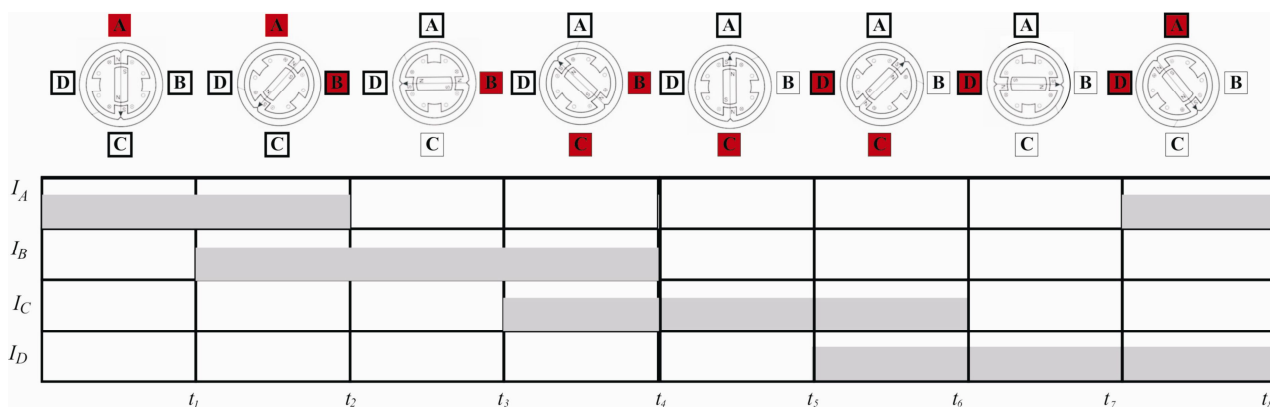

Рис. 10. Діаграми роботи в півкроковому режимі для уніполярного двигуна
1. Скласти програму, яка реалізує **реверсне обертання крокового двигуна в повнокроковому режимі роботи двигуна** (режим ілюструється діаграмою на рис. 10).
1. Скласти програму, яка реалізує обертання **крокового двигуна в напівкроковому режимі** його роботи, що ілюструється діаграмою на рис. 10.